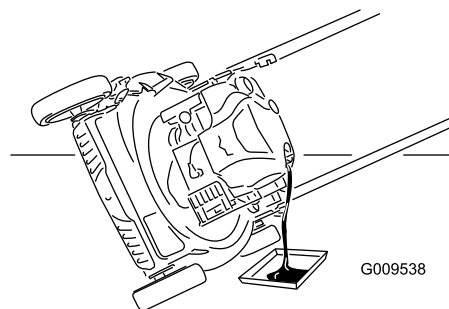

Figura 27
- Inclinate la macchina sul fianco, con il tubo di riempimento dell'olio in basso, per vuotare l'olio usato attraverso il tubo di riempimento in una bacinella di spurgo (Figura 27).